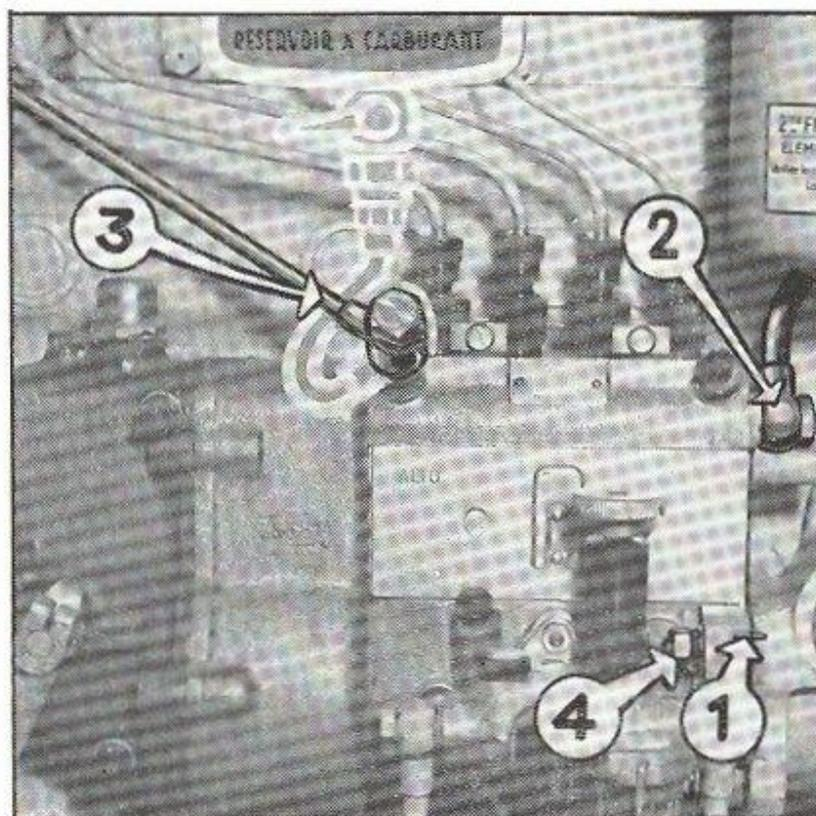

Fig. 29. — Repérage pour le calage de la pompe à injection.
- 5° Introduire les cannelures de l'arbre d'entraînement de la pompe dans la bague d'accouplement, à cannelures intérieures, située sur l'arbre commandé par le pignon de distribution. Aucune erreur n'est à envisager, car l'usinage de l'ensemble d'accouplement, ne permet qu'une seule possibilité de montage. Après avoir procédé à l'accouplement des cannelures, disposer face à face les repères (rep. 1, fig. 29) frappés sur le support et sur la bride de la pompe, puis bloquer énergiquement les quatre écrous de fixation munis de leurs rondelles plates et grower.
- Démontér complètement la tuyauterie d'arrivée de combustible (rep. 2, fig. 29) à la pompe d'injection et obturer l'orifice découvert au moyen d'un raccord approprié.
- Démontér complètement la tuyauterie de retour (rep. 3, fig. 29) et disposer sur le raccord de la pompe, un petit réservoir à carburant.
- Desserrer les quatre écrous (rep. 4, fig. 29) fixant la pompe au moteur de façon à rectifier le point de fin d'injection, en jouant sur les lumières usinées dans le carter de pompe, puis resserrer un seul écrou. Réaliser ensuite une nouvelle vérification comme indiqué au point 6. Tenir compte toutefois, que durant ce contrôle, il ne sera plus nécessaire de manoeuvrer la pompe d'alimentation.
- Après vérification, bloquer énergiquement les quatre écrous (rep. 4, fig. 29).